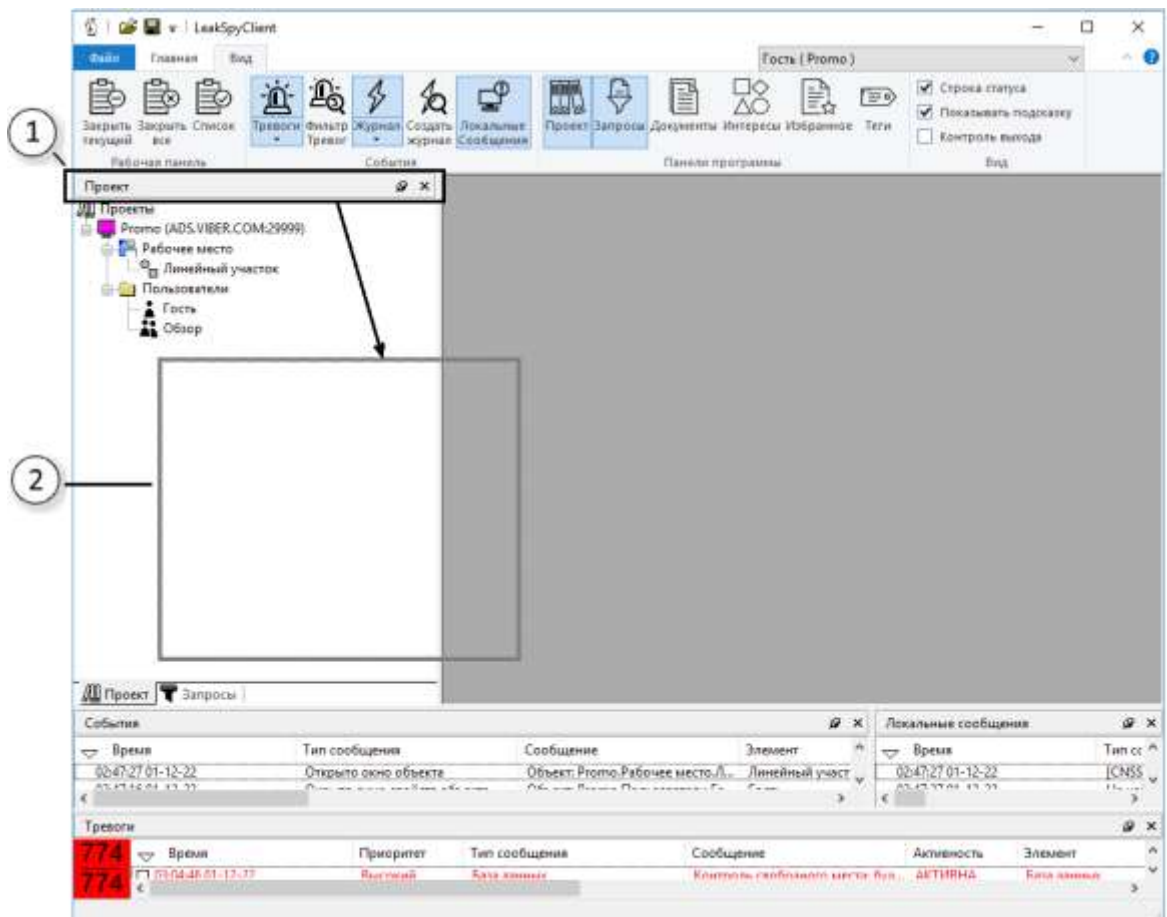

Рисунок 3.6
Чтобы переместить рабочую панель (включая и вставленные панели), то необходимо нажать левую кнопку мыши над заголовком панели (1) (Рис.3.6) и не отпуская ее переместить манипулятор мыши. Во время перемещения появляется рамка (2) (Рис.3.6), которая перемещается за манипулятором мыши.